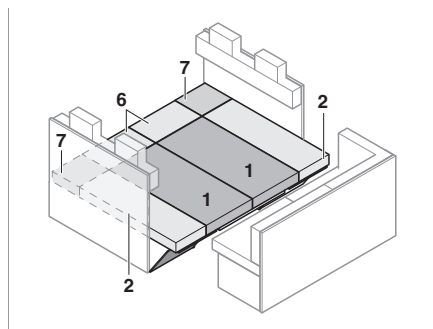

Bild 157 Nach dem Umbau
- Sitz-, Rücken- und Zusatzpolster wie in Bild 157 gezeigt auflegen.